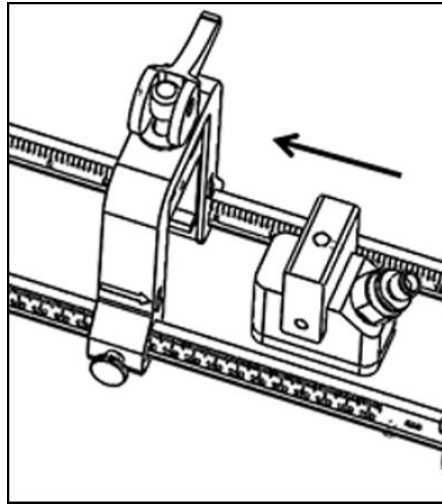

Figura 21: Inserción del transductor
6. Deslice el transductor, que ya está fijado al soporte del propio transductor, hacia el interior de uno de los soportes de las abrazaderas del accesorio con abrazaderas, hasta que el émbolo de la parte superior del soporte del transductor encaje en su posición en la parte inferior del soporte de sujeción (véase Figura 21 más abajo).